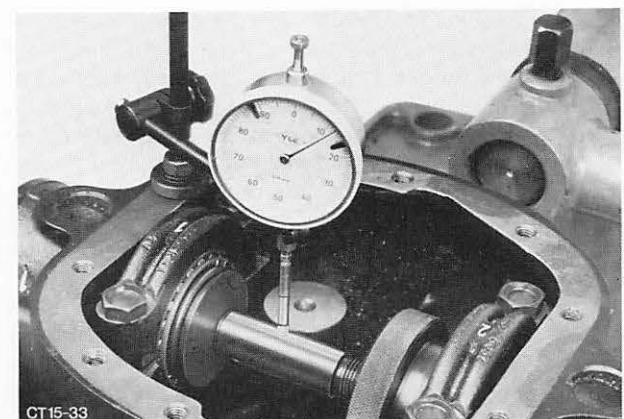

Abb. 68 Meßwelle justieren
20. Meßuhr 15-046 mit Halter 15-022 am Hinterachsgehäuse befestigen und Taststift auf die Mitte der Meßwelle setzen. Welle langsam drehen und auf den Gesamtausschlag des Meßuhrzeigers achten. Dann die Meßwelle so weit drehen, bis die Meßuhr den halben Wert des gemessenen Ausschlages anzeigt. Danach darf die Meßwelle nicht mehr gedreht werden. Abb. 68.